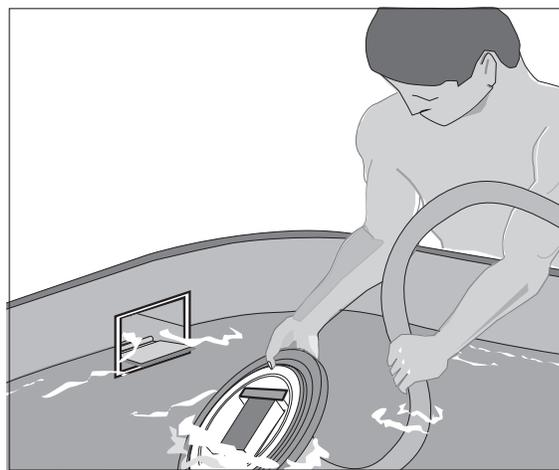

Fig. 3
B. Tourner le nettoyeur à l'envers pour l'immerger, puis laisser le tuyau glisser le long de la piscine pour le remplir d'eau. Fig. 3